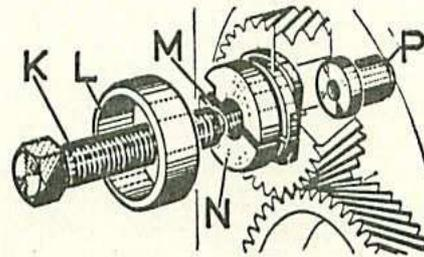

Fig. 11. — Dépose du couple de distribution
- Placer l'embout (P) (fig. 11) formant butée, en appui sur le bout d'arbre du vilebrequin, engager la collerette de chaque demi-corps (N) de l'extracteur (Wilmonda DEF) dans la gorge du pignon (B).